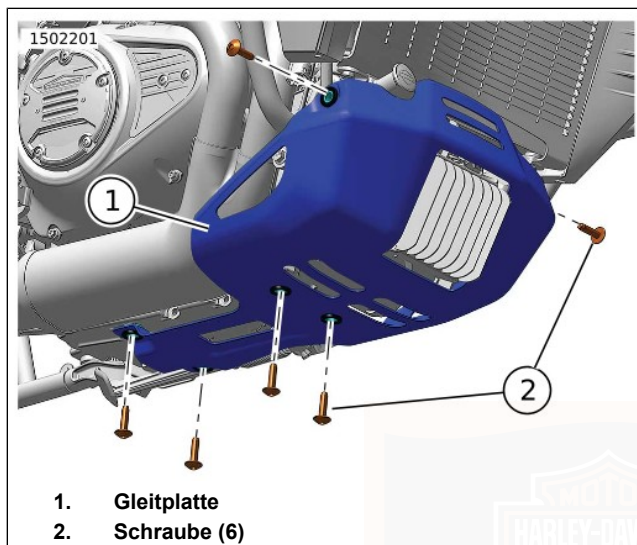

Abbildung 86. Einteilige Gleitplatte
1. Abbildung 86 Die Schrauben (2) entfernen.
2. Die Gleitplatte (1) abnehmen.
2. Abbildung 86 Die Gleitplatte positionieren.
3. Die Schrauben (2) anbringen. Festziehen.